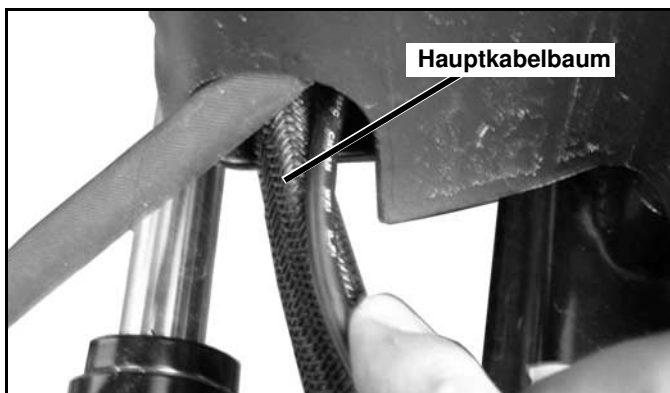

Abb. 1-7a
2. Verlegen Sie das vieradrige Kabel am Empfänger zum Hauptkabelbaum. Verbinden Sie es bei Bedarf mit Kabelbindern am Hauptkabelbaum. Stellen Sie sicher, dass das Steuerkabel innerhalb der Klemmen des Hauptkabelbaums und weiter zusammen mit dem Hauptkabelbaum verläuft. Lassen Sie ausreichend Platz für die Verbindung mit dem Fahrzeugkabelbaum. Achten Sie darauf, dass das Kabel nicht eingeklemmt wird. Zu lange Kabel sind zusammenzulegen und mit Kabelbindern unter der Pumpenabdeckung zu sichern. (Siehe Abb. 1-7a und 1-7b).